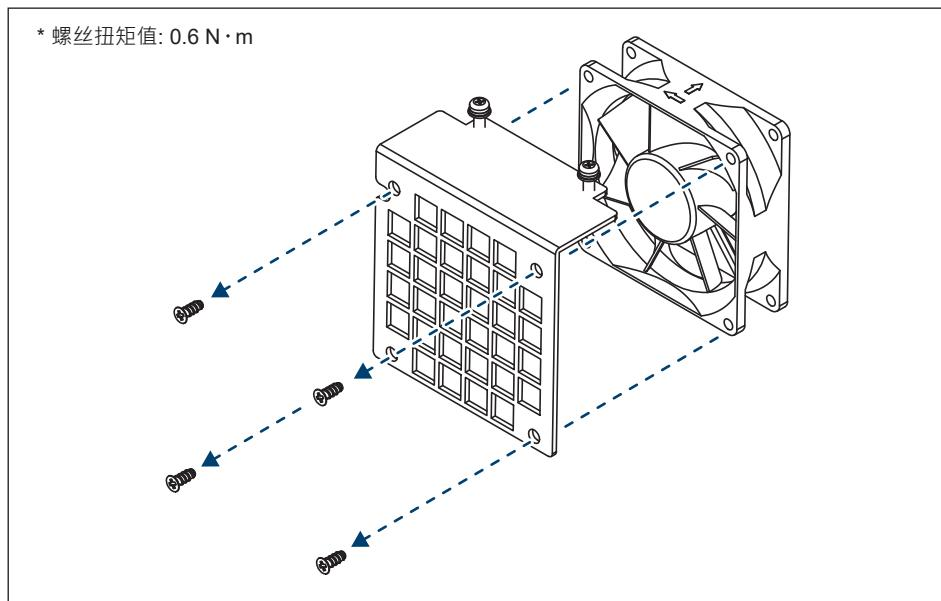

图 5-16 : 更换风扇示意图
- (4) 清洁风扇组件或更换新风扇。(如图5-16所示)
- (5) 使用0.8 N·m的扭矩重新组装。